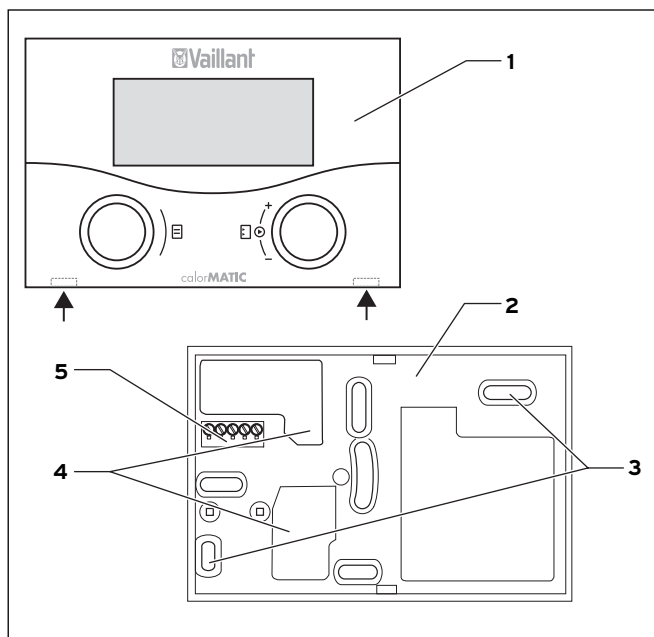

Fig. 4.1 Montaggio di calorMATIC 430
- ⇒ Montare la centralina di termoregolazione (senza supporto murale, vedere fig. 4.1) inserendone con attenzione il connettore maschio nell'apposito collegamento a spina della caldaia.
- ⇒ Staccare la centralina di termoregolazione (1) dal supporto murale (2) inserendo un cacciavite in corrispondenza delle due linguette d'arresto (vedere freccia in fig. 4.1).
- ⇒ Praticare due fori con un diametro di 6 mm in corrispondenza dei fori di fissaggio (3).
- ⇒ Far passare il cavo eBUS attraverso una delle aperture per il passaggio dei cavi (4).
- ⇒ Premere con attenzione la centralina di termoregolazione sul supporto murale finché non si incastra. Il connettore maschio posto sul retro dell'apparecchio deve inserirsi senza difficoltà nell'apposito alloggiamento (5) del supporto murale.